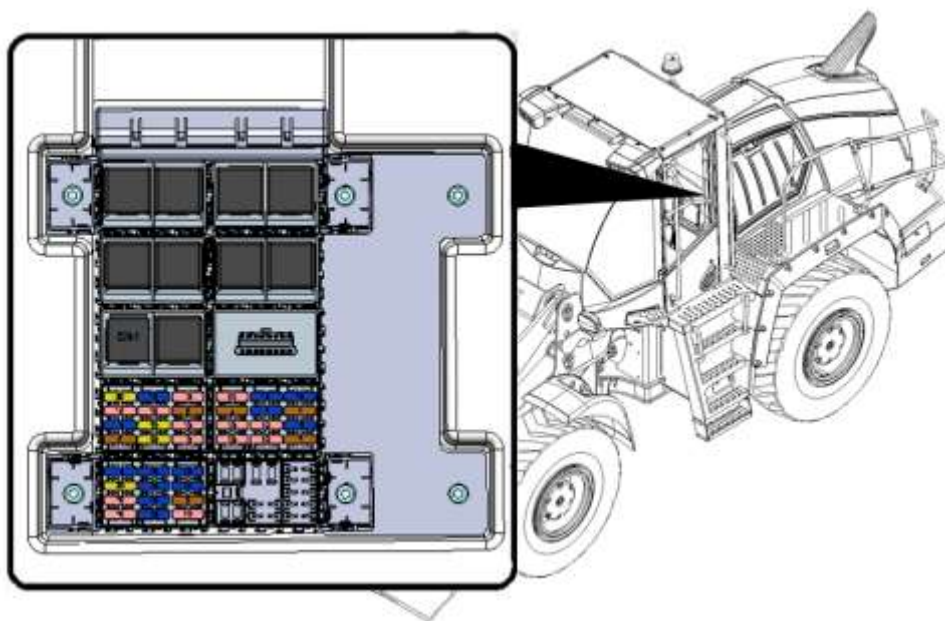
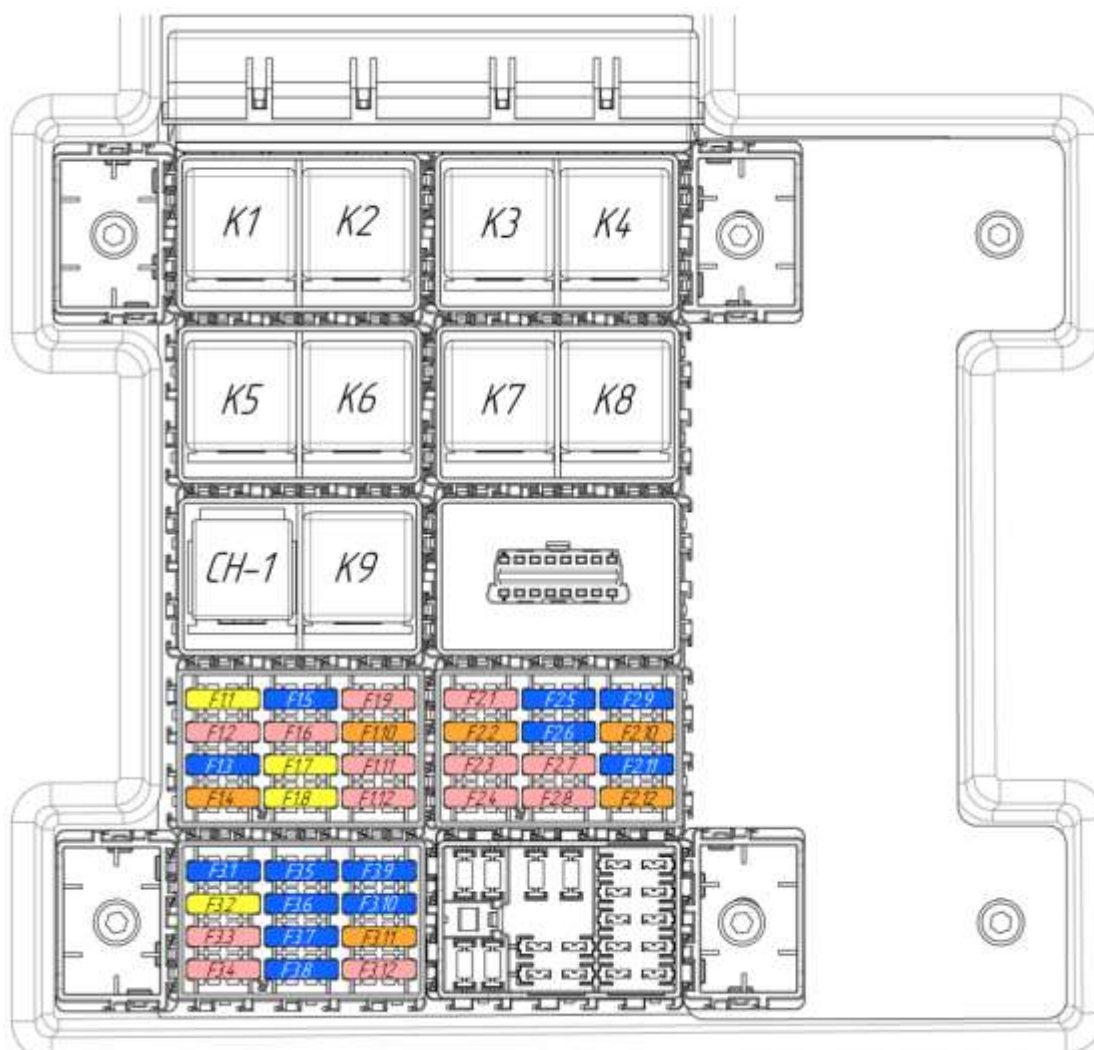
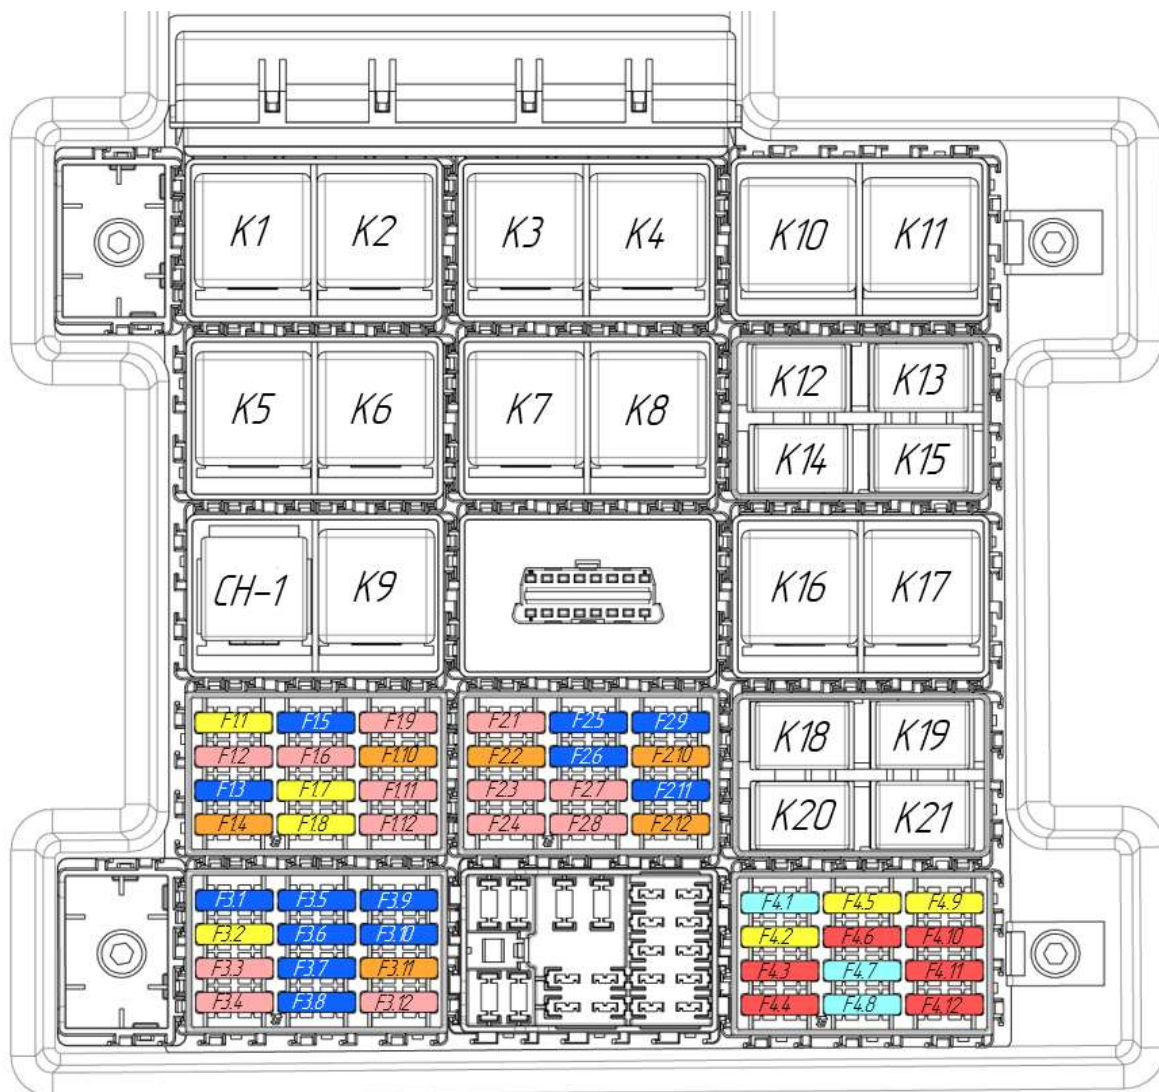

Рисунок 4.2 Блок предохранителей и реле в кабине оператора
Рисунок 4.3. Расположение предохранителей и реле в кабине оператора (исполнение 1)
Рисунок 4.4. Расположение предохранителей и реле в кабине оператора (исполнение 2)
Блок предохранителей и реле расположен рядом с сиденьем оператора, см. рис. 4.2. В зависимости от комплектации машины блок предохранителей и реле представлен в двух исполнениях (рис. 4.3 и рис. 4.4).
- ▶ Определите неисправный предохранитель или реле визуально, или с помощью вольтметра. Расположение предохранителей и реле представлено на рис. 4.3 и рис. 4.4.